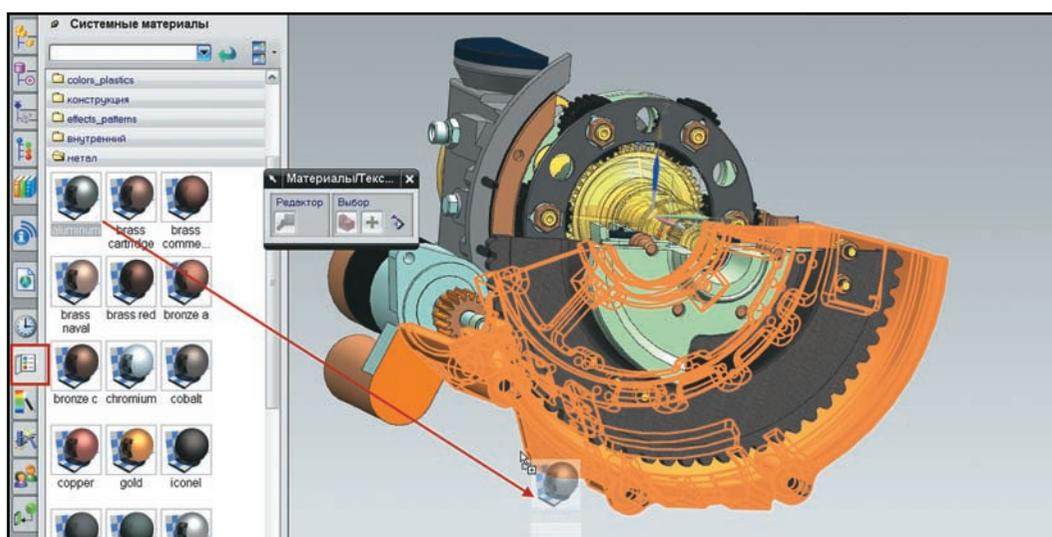

Рисунок 11.24. Назначение материалов из системной библиотеки.
- Теперь назначим материал из набора **Системные материалы**. Переключитесь в панели ресурсов на соответствующую вкладку и, выбрав на одной из категорий материал, представленный в виде изображения сферы с текстурой материала, выделите его курсором мыши и перетащите на объект назначения. Как только объект назначения будет подсвечен, можно отпустить кнопку мыши. Материал будет скопирован в деталь и назначен (рис. 11.24).